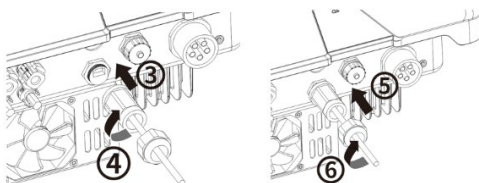

Abb. 20 (links): Netzwerkkabel anschließen
- 4 Netzwerkkabel in COM1 oder COM2 einstecken (s. Abb. 20. Abfolge und Pfeilrichtungen beachten)